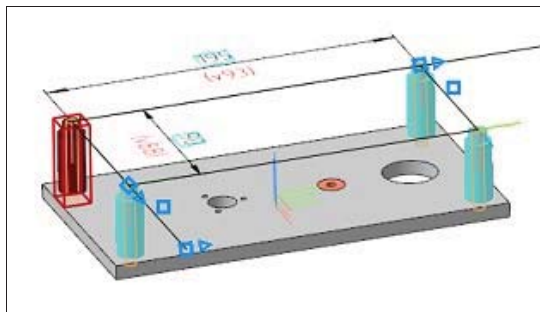

Рис. 25.25. Фантомы стоек на плате
- ◆ аналогично в группе **Направление 2** задайте вектор по другому ребру. В окне **Экземпляров по направлению** введите значение 2. В окне **Расстояние 1** введите значение 195. В результате в окне модели (рис. 25.25) система построила фантомы стоек;